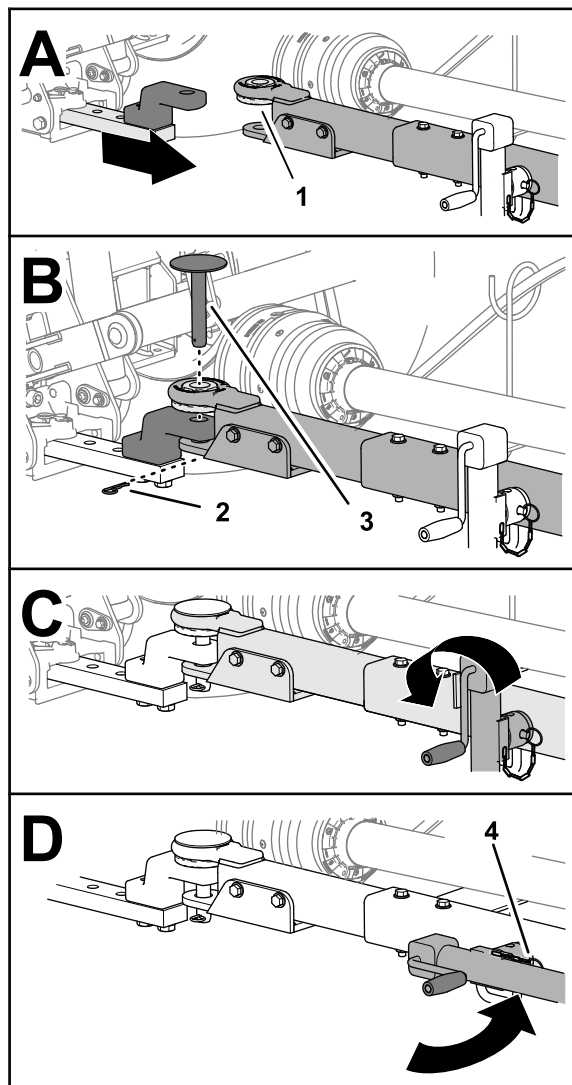

Рисунок 23
- Если на вашей газонокосилке установлена буксировочная штанга с пальцем, вставьте палец сцепного устройства в отверстия буксировочной штанги и тягового бруса и закрепите палец игольчатым шплинтом (Рисунок 23).
- Полностью поднимите домкрат (Рисунок 23).
буксировочной штанге с помощью штифта (Рисунок 23).